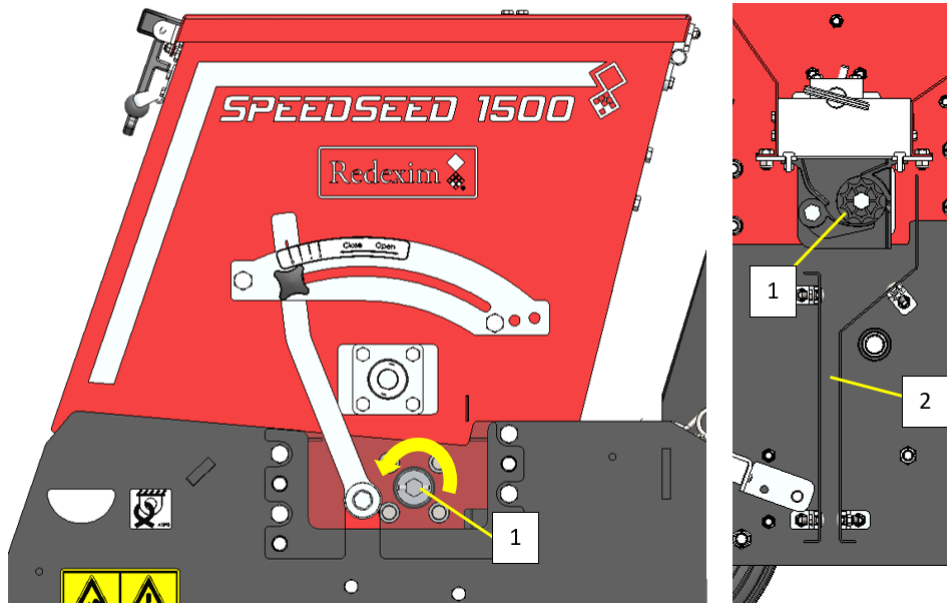

Fig. 5-1
Vrid axeln i den riktning som pilen visar. (Se bild 5-1)
- Kontrollera att utsädeskanalen (2) inte är blockerad. (Fig.5-1)